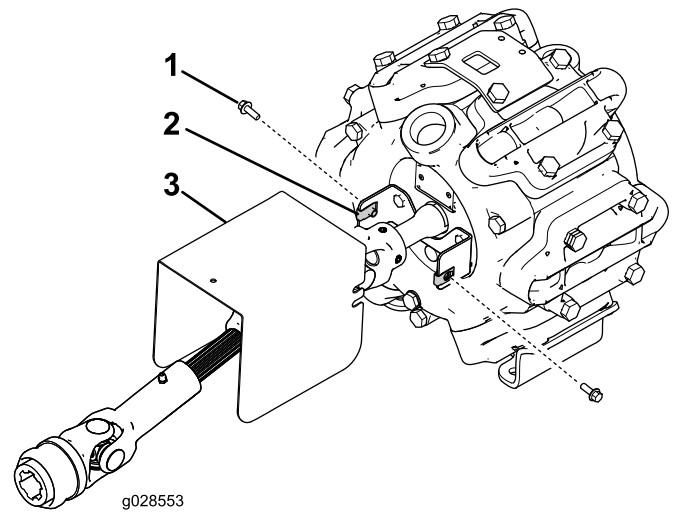

Bild 5
7. Montieren Sie das Antriebswellenschutzblech mit zwei Bundbolzen (1/4" x 3/14") und zwei Clips an der Stützhalterung des Schutzblechs (Bild 5).